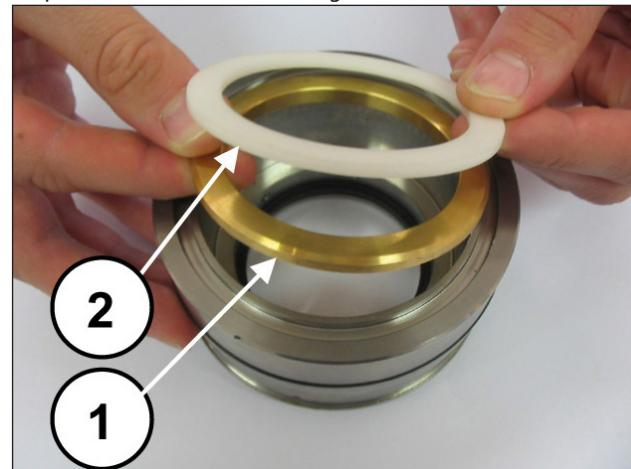
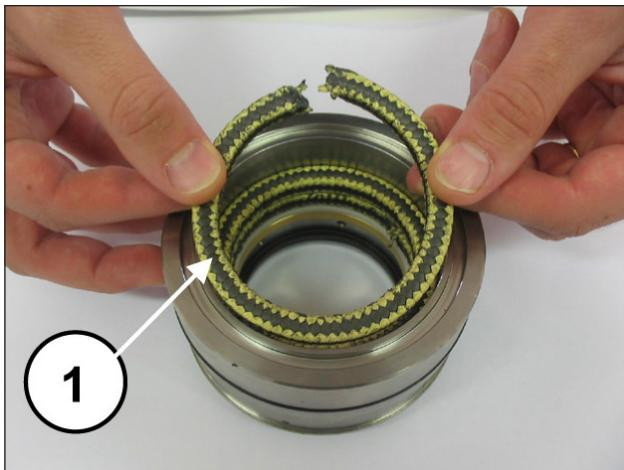
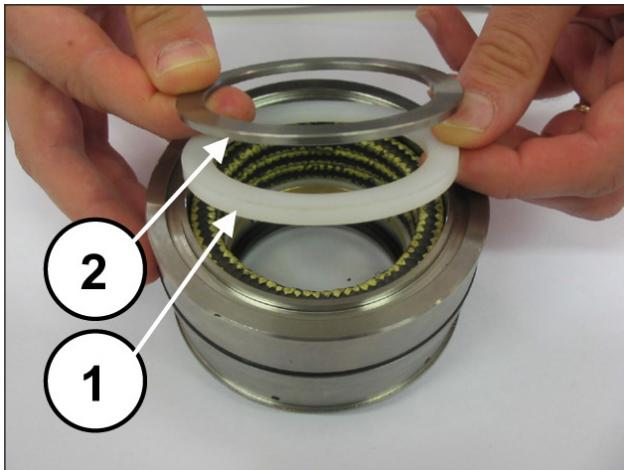

Abb. 165
Abb. 166
Abb. 167
Montieren Sie den Lagerring und den Stützring (Pos. ①②, Abb. 165) sowie die drei Stopfbuchsen, achten Sie dabei, dass die Schlüsse in einem Winkel von 120° zueinander ausgerichtet sind (Pos. ①, Abb. 166), darüber hinaus den Abstreifring der Stopfbuchsen und den Federring (Pos. ①②, Abb. 167).